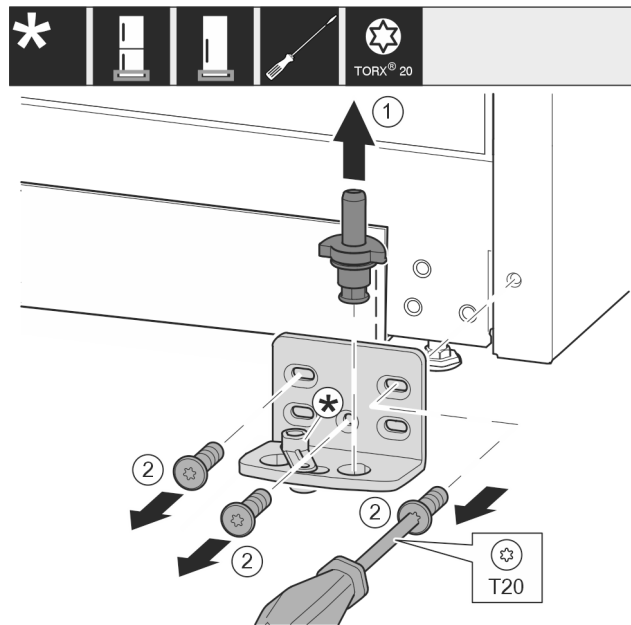

Fig. 14
- ▶ Sortir complètement l'axe de palier par le haut. Fig. 14 (1)
- ▶ Desserrer les vis avec le tournevis T20 et enlever le support de palier. Fig. 14 (2)